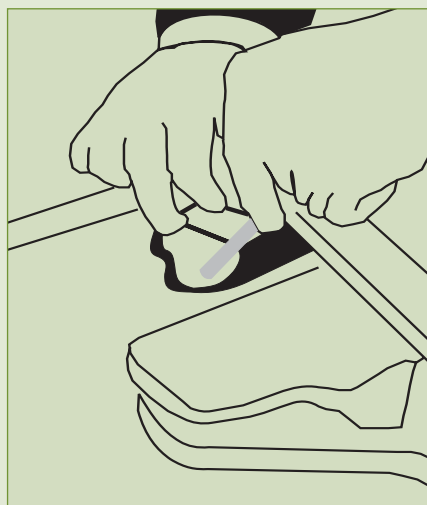

Рис. 16
5. Нажав на фиксирующий замок, расположенный на одной из длинных сторон электрического разъема (рис. 16), снимают разъем с платы управления.